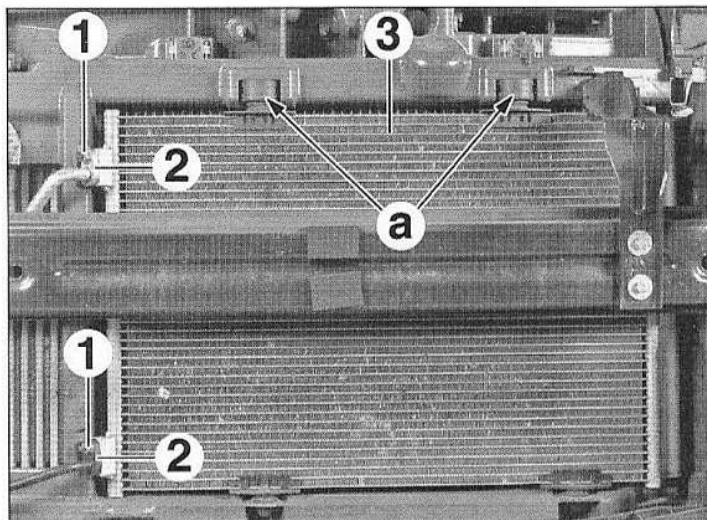

FIG.8
- les écrous (1) et désaccoupler les brides de canalisations (2) (Fig.8).
- Dégraffer le condenseur (3) en (a) puis le déposer.